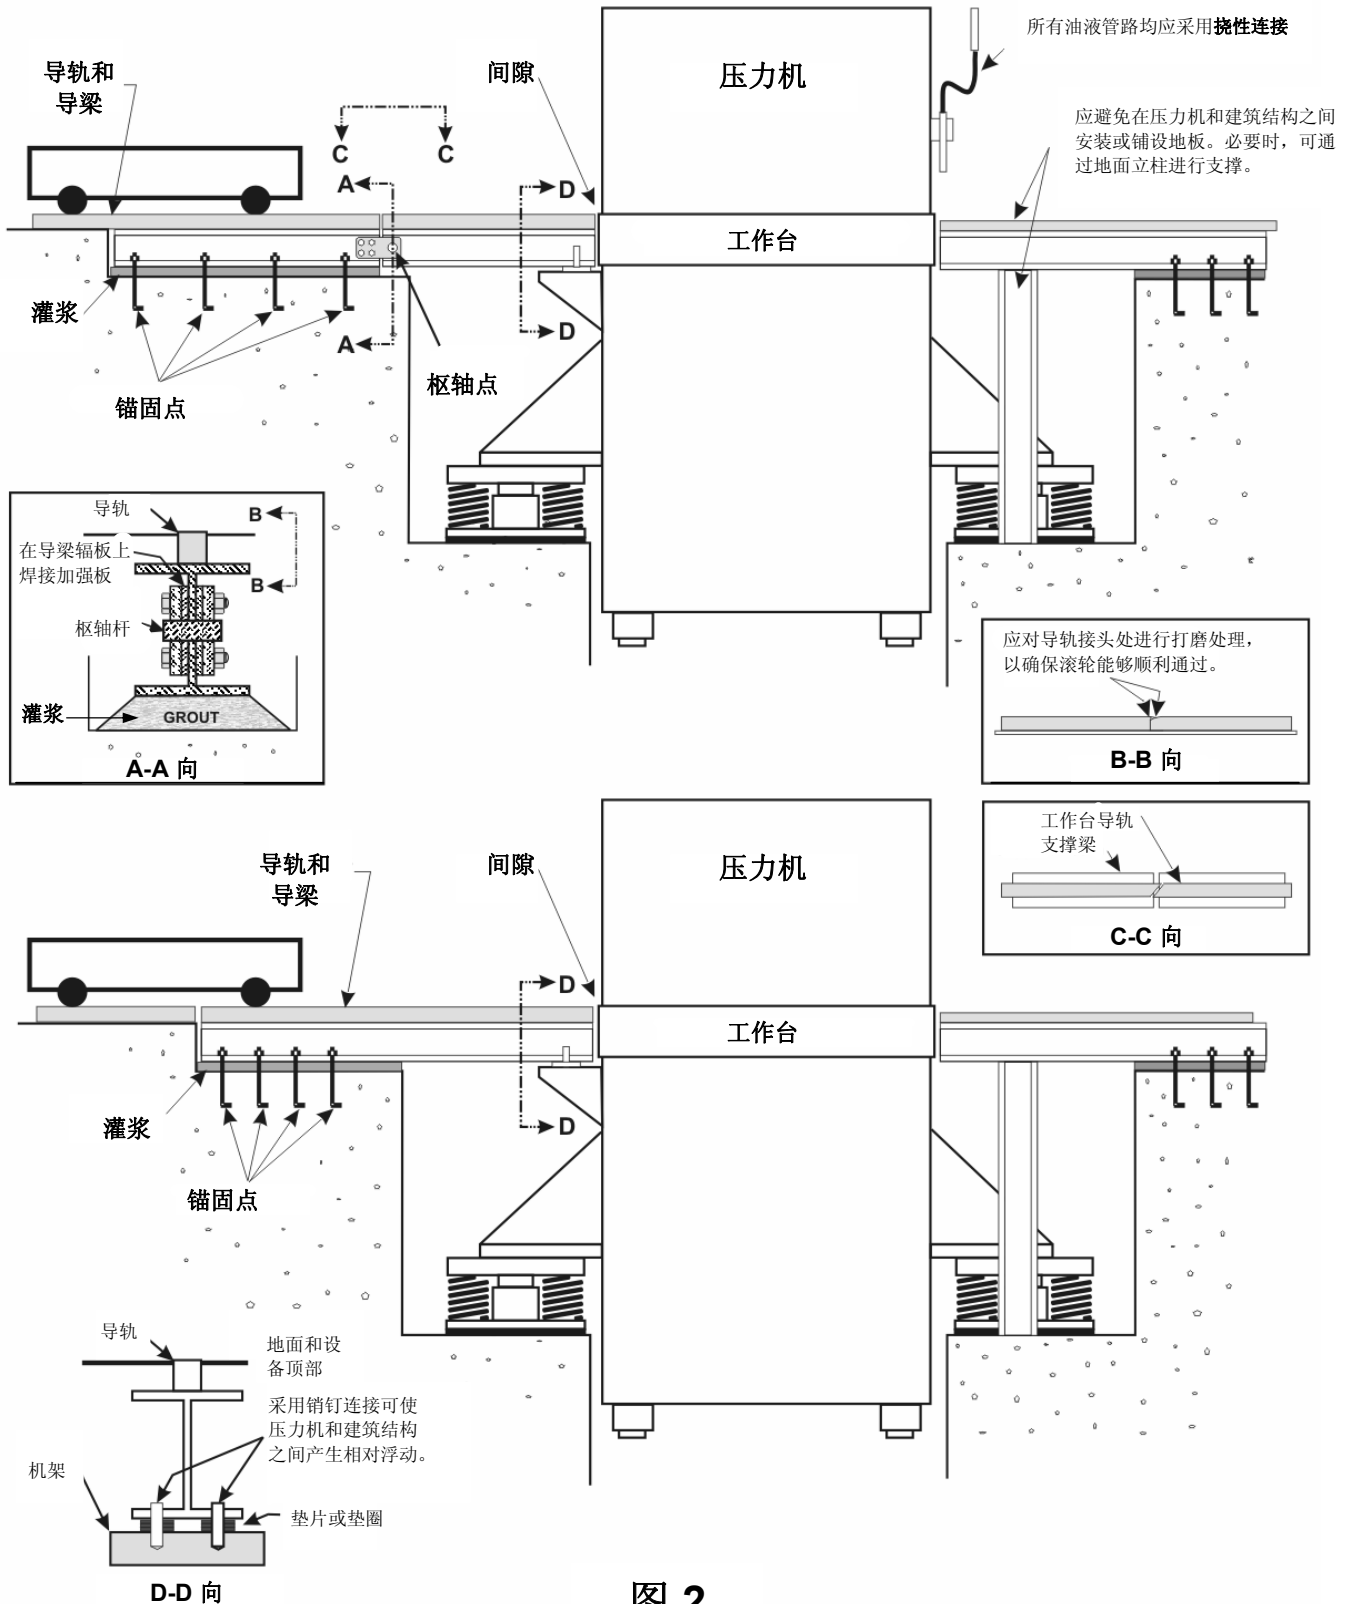

图 2
5. 如果要使用工作台或冲模装载装置，则必须按照图 2 中的要求完成安装。由于弹簧支承会产生一定的弹性形变，因此在装卸冲模的过程中这些支承的伸缩量会有所变化。对于图中所示的第一种方法，由于工作台导梁可以随承载高度的变化而浮动，这样便可消除对位问题的影响，因此推荐使用这种方法。另外，Vibro/Dynamics 弹簧支承内还可安装 Lift/Lock™ 选件；该选件在操作过程中可通过液压机构来防止发生侧载现象。